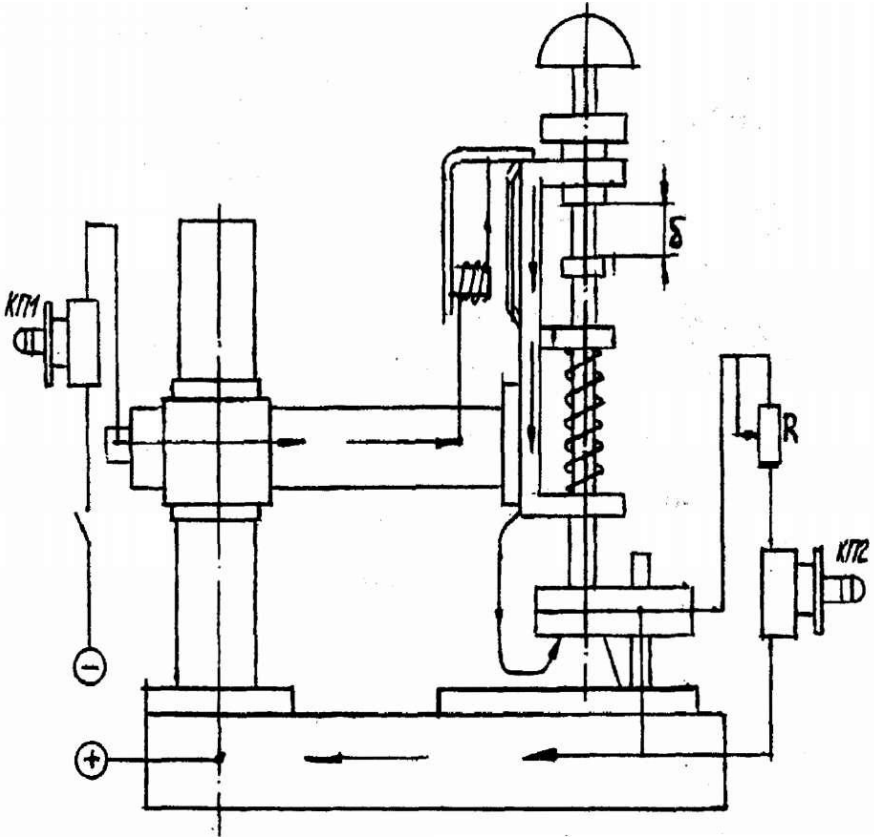

Рисунок 3.2 - Схема установки для дослідження падіння напруги
проводиться на установці (рис. 3.2) з послідовним записом на стрічці
- 4.2. Прилад для дослідження параметрів дуги (рис.3.2).